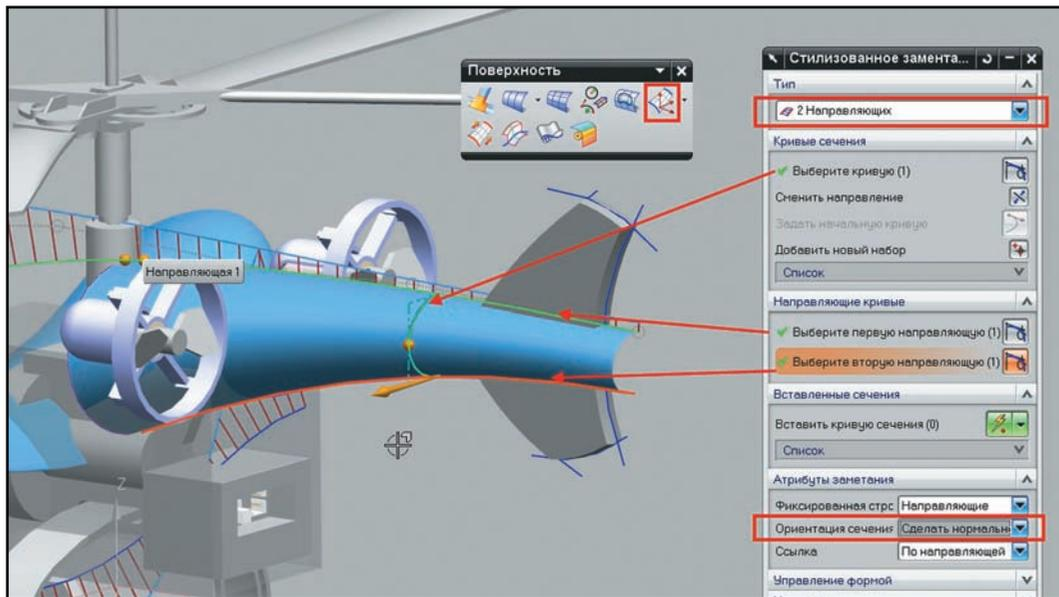

Рисунок 3.27 Построение поверхности заметания
- Затем в блоке **Направляющие кривые (Guide Curves)** укажите верхний и нижний сплайны контура корпуса. В блоке **Атрибуты заметания (Sweep Attributes)** переключите опцию **Ориентация сечения (Section Orientation)** на **Сделать нормально (Make Normal)** (рис. 3.27).